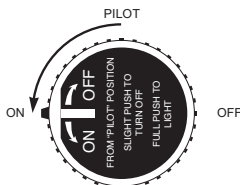

Figure 5 - Position ON « MARCHE »
8. Lorsque la veilleuse reste allumée, allumez l'appareil de chauffage en tournant lentement le bouton de la vanne de contrôle d'un quart de tour vers la gauche à la position ON « MARCHE » (voir figure 5).